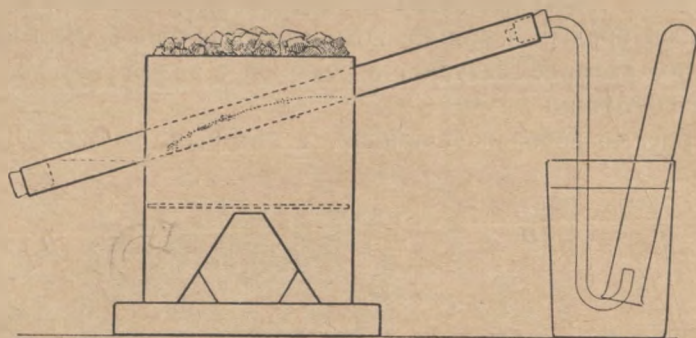

Рис. 47. Прибор для разложения воды железом.
**Задача 13.** Соберите прибор, изображенный на рис. 47. В заткнутую пробкой железную трубку налейте 2-3 см3 воды.
на рис. 47, взять вместо железной трубки медную и проделывать описанный опыт с различными металлами, то можно составить список металлов не реагирующих с водой и реагирующих. Вы можете проделать такую работу самостоятельно в свободное время. Результаты запишите в тетрадь (65).